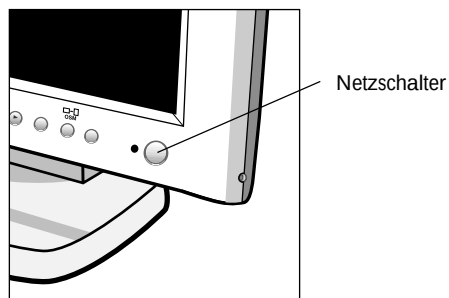

Abbildung E.1
5. Schalten Sie den Monitor (Abbildung E.1) und den Computer ein.